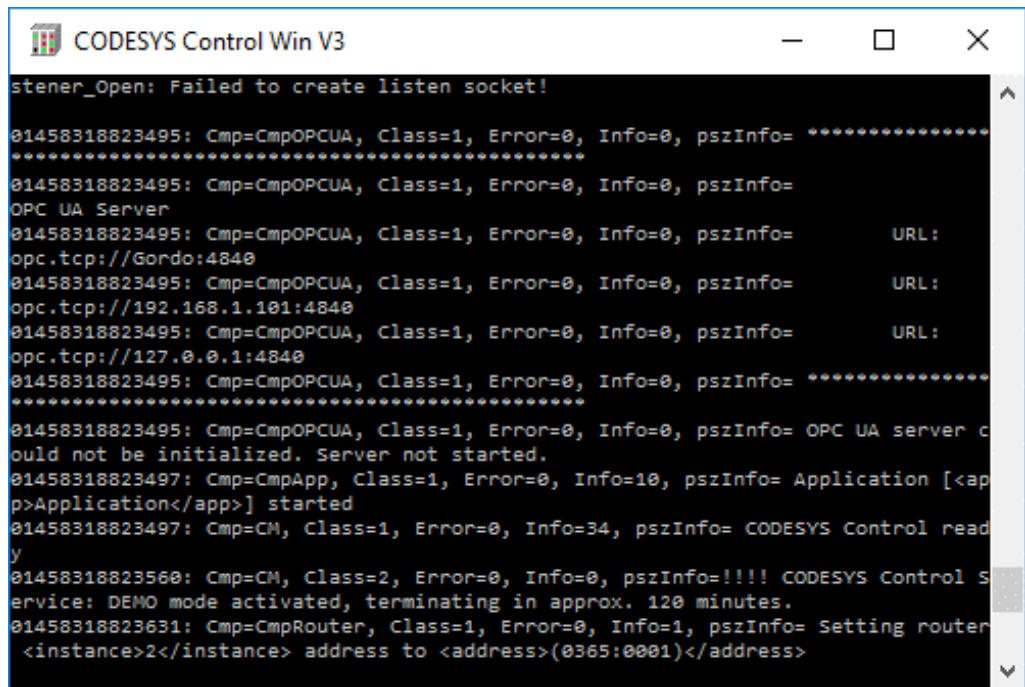

Рис.9. Вікно CODESYS Control Win V3
2.11. Після того як програма буде написана , потрібно запустити **CODESYS Control Win V3** (рис.9), відповідний ярлик програми можна знайти на робочому столі.